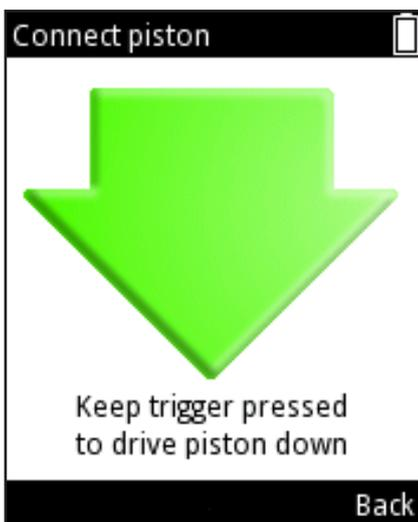

Abb. G5.
5. Wählen Sie **Connect piston** und drücken Sie  (**Select**) (Abb. G5).